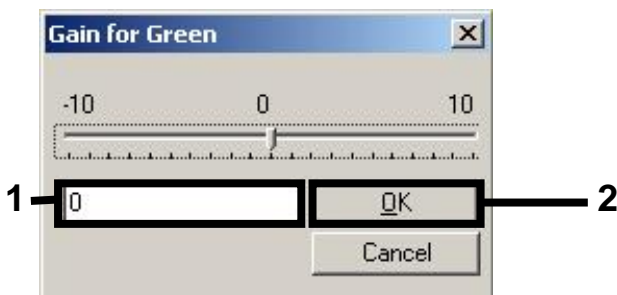

Abbildung 6. Manuelle Eingabe der niedrigsten Verstärkungswerte.
7. Wählen Sie den niedrigsten in Schritt 4 notierten Verstärkungswert für Cycling Green aus und geben Sie diesen Wert manuell in das Fenster **Gain for Green** (Grünverstärkung) ein (siehe Abbildung 6). Wählen Sie den niedrigsten in Schritt 4 notierten Verstärkungswert für Cycling Yellow aus und geben Sie diesen Wert manuell in das Fenster **Gain for Yellow** (Gelbverstärkung) ein (siehe Abbildung 6).